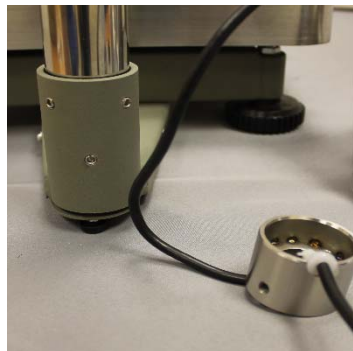
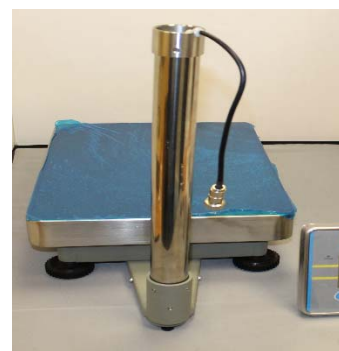

fig 4
fig. 5
- Faites glisser le connecteur par le collier circulaire en acier inoxydable. Faites passer le presse-étoupe en caoutchouc par le trou (fig.4). Faites passer le câble restant dans la colonne et placez le collier en haut de la colonne (fig.5).